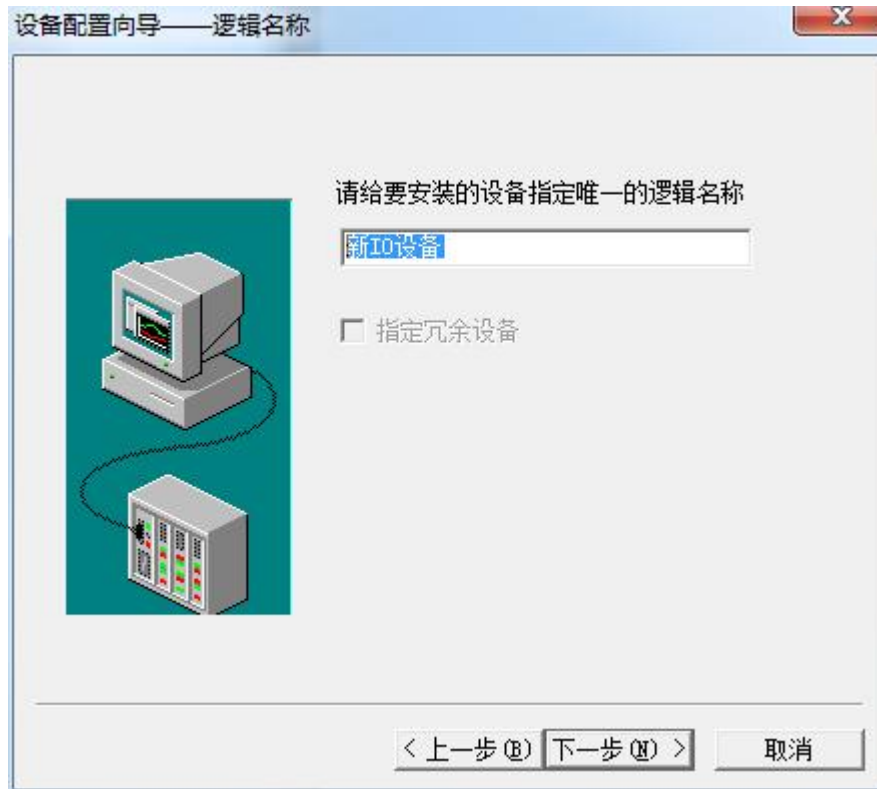

图 2-20
2、在上述对话框选择亚控提供的“仿真 PLC”的“串行”项后单击“下一步”弹出对话框，如图 2-20 所示。